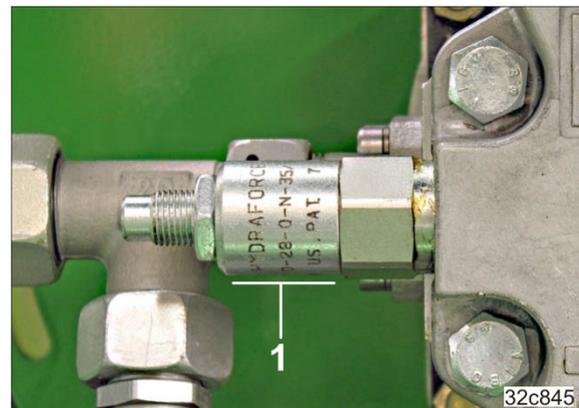

Рис. 163
2.1 Редукционный клапан с круглым наружным контуром (Рис. 163/1)